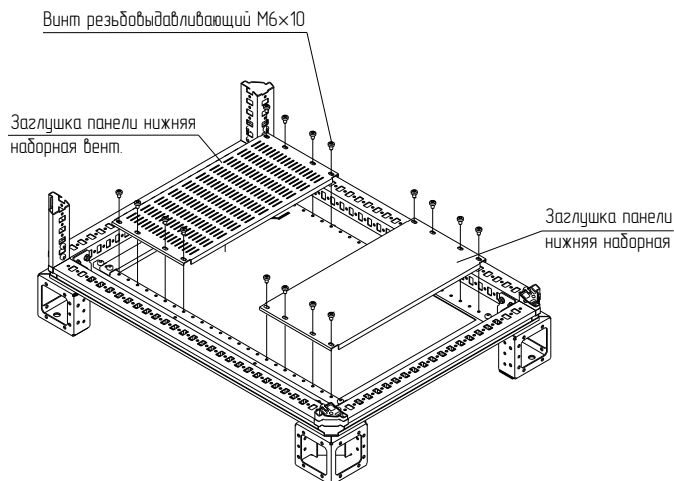

Рисунок 131
4.42.3 Установить заглушку панели нижней наборной на траверсы наборной панели нижней и закрепить винтами М6×10 (рисунок 131). Момент затяжки – 7 Н·м.